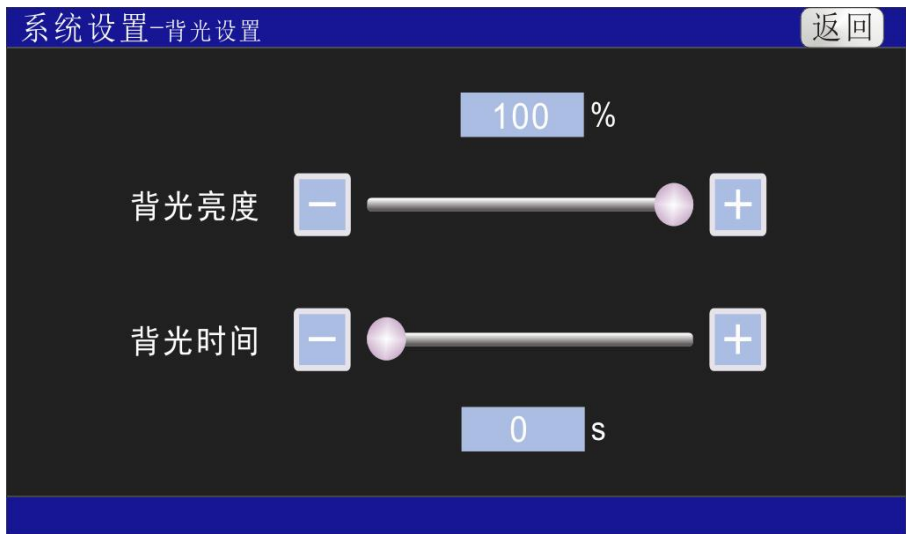

图 6
2. 背光设置：如图 6 所示，用户可根据需要进行背光亮度及背光时间的设置。如设置背光亮度为 30%，设置背光时间为 30S，则液晶屏在仪器没有任何操作的情况下，30S 后将由 100%亮度降低到 30%亮度，触摸液晶屏将恢复到 100%的亮度。